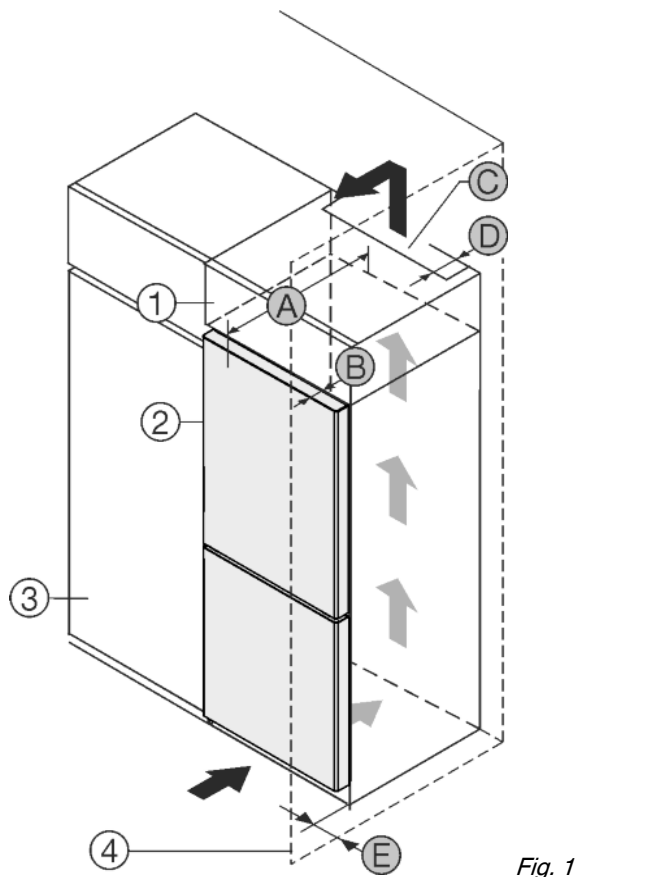

Fig. 1
- (1) Rehausse*
- (2) Appareil*
- (3) Placard de cuisine*
- (4) Mur*
- (A) Profondeur de l'appareil*
- (B) Profondeur de porte*
- (C) Section de ventilation*
- (D) Distance du dos de l'appareil*
- (E) Distance par rapport au côté de l'appareil*
Installer l'appareil directement à côté du placard de cuisine Fig. 1 (3)*.
Installer l'appareil à une distance de 5 cm du placard de cuisine Fig. 1 (3)*.
Une sortie d'air avec la profondeur Fig. 1 (D) doit être présente au dos de la rehausse sur toute sa largeur.*
La section de ventilation Fig. 1 (C) sous plafond doit être respectée.*
Si l'appareil avec les charnières est installé près d'une paroi Fig. 1 (4), la distance entre l'appareil et la paroi doit être de 40 mm min. Ceci correspond à la saillie de la poignée avec la porte ouverte.*
Pour pouvoir ouvrir complètement les portes, l'appareil doit dépasser de la profondeur de la porte Fig. 1 (B) par rapport à la façade du placard. L'appareil peut dépasser encore plus en fonction de la profondeur des placards Fig. 1 (3) et de l'utilisation de cales d'épaisseur.*
Pour pouvoir ouvrir complètement les portes, l'appareil doit dépasser de la profondeur de la porte (B) par rapport à la façade du placard. L'appareil peut dépasser encore plus en fonction de la profondeur des placards Fig. 1 (3) et de l'utilisation de cales d'épaisseur.*